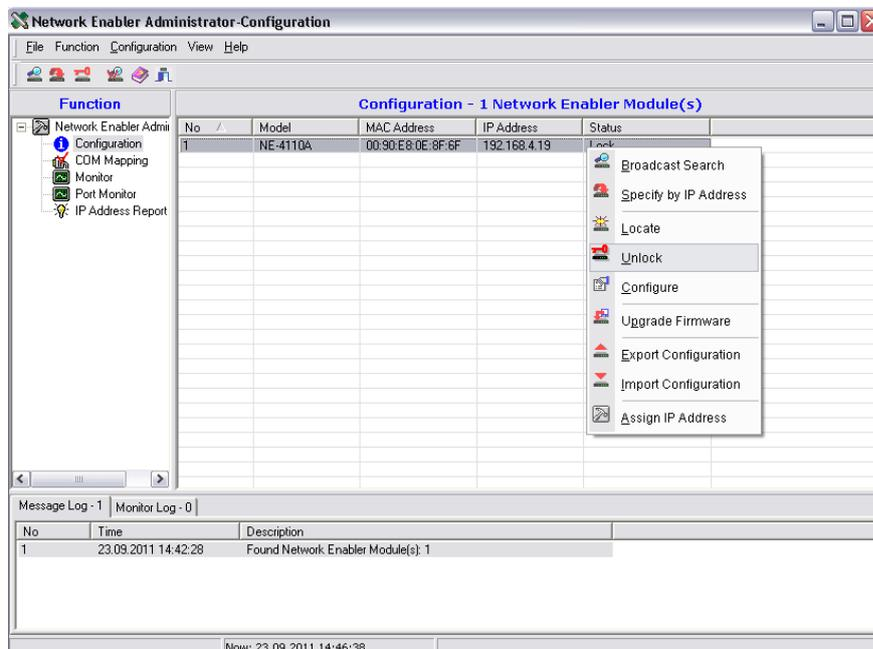

Рисунок 11
4.4.3 Для доступа к настройкам модема необходимо ввести пароль. Щелкните правой кнопкой мыши по строке, соответствующей подключенному устройству (рисунок 11), и выберите пункт «Unlock». В открывшемся окне введите заводской пароль – 000000, нажмите кнопку «Ok».
4.4.4 Щелкните правой кнопкой мыши по строке, соответствующей подключенному устройству (рисунок 11), и выберите пункт «Configure». В открывшемся окне перейдите на вкладку «Network», поставьте галку «Modify» напротив пунктов, которые необходимо изменить. Введите требуемые значения IP-адреса, маски подсети и адреса шлюза.
Примечание – После завершения процедуры сброса модема все пользовательские настройки будут сброшены до настроек производителя модуля МОХА. В модем необходимо загрузить установки ОАО «ННПО имени М.В. Фрунзе». Для этого скачайте файл конфигурации с сайта [www.nzif.ru](http://www.nzif.ru) и выполните пункты 4.4.1-4.4.2. Щелкните правой кнопкой мыши по строке, соответствующей подключенному устройству (рисунок 11), и выберите пункт «Import Configuration». Нажмите кнопку «Browse», выберите файл настроек модема с расширением txt и нажмите кнопку «Ok». В открывшемся окне переключитесь на вкладку «Network», в поле «IP Address» введите номер 192.168.4.19 и нажмите клавишу «Enter». Дождитесь окончания процесса записи конфигурации.